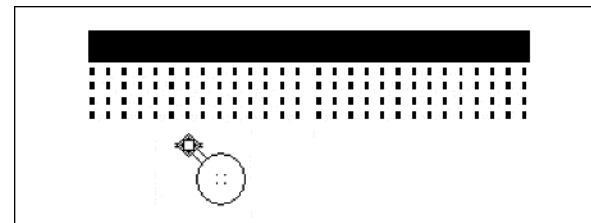

Fig. 45
1.  Preselect disc array (Fig. 45).